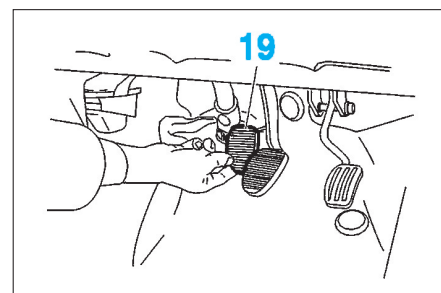

FIG. 10
- Créer un siphon (A) vers le haut à l'aide du tuyau transparent, et faire veiller à ce qu'il soit en contact avec le fond du bocal.
- Maintenir la pédale d'embrayage (19) (Fig.10) en fin de course (vers le plancher).